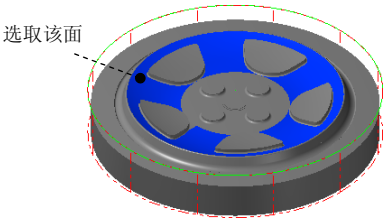
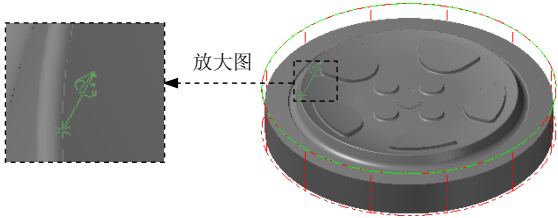

图 15.16 定义附着面
图 15.17 定义边界位置
(1) 选择命令。选择下拉菜单 **C 绘图** → **V 曲面曲线** → **单一边界** 命令，
(2) 定义边界的附着面和边界位置。选取图 15.16 所示的曲面为边界的附着面，此时在所选取的曲面上出现图 15.17 所示的箭头。移动鼠标，将箭头移动到图 15.17 所示的位置单击鼠标左键，此时系统自动生成创建的边界预览。